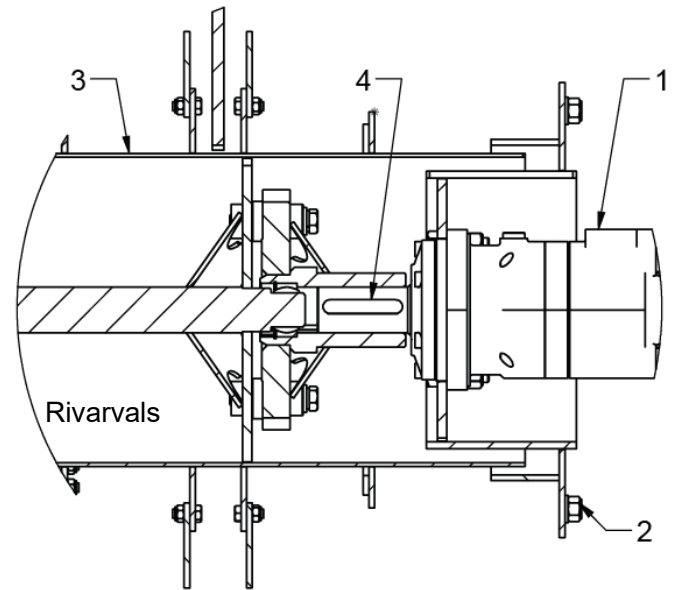

Bild 11. Rivarvals med motor.
8. Notera positionen för motorns kilspårsaxel vid återmontering i fläktnavet. För återmontering av fläktmotor, följ punkterna ovan i omvänd ordning och applicera gänglåsning till fläktbulten innan åtdragning med 90 Nm (67 ft lb). Se bild 11.
5. För återmontering av motorn, följ proceduren ovan i omvänd ordning. Se bild 11.